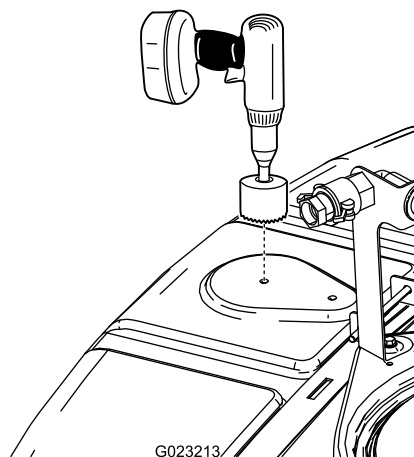

Figura 14
- Localice la posición delantera en la parte superior del depósito según se muestra en Figura 14.
- Utilice una broca de corona de 9 cm (3-5/8 pulgadas) para perforar un taladro en el punto marcado (Figura 14).